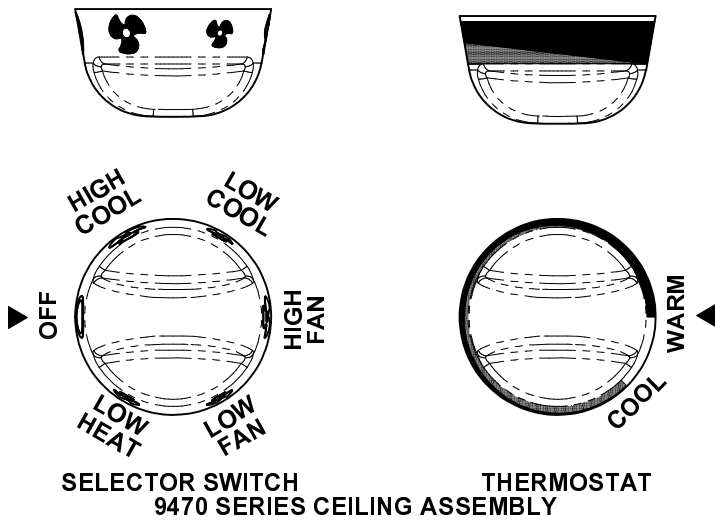
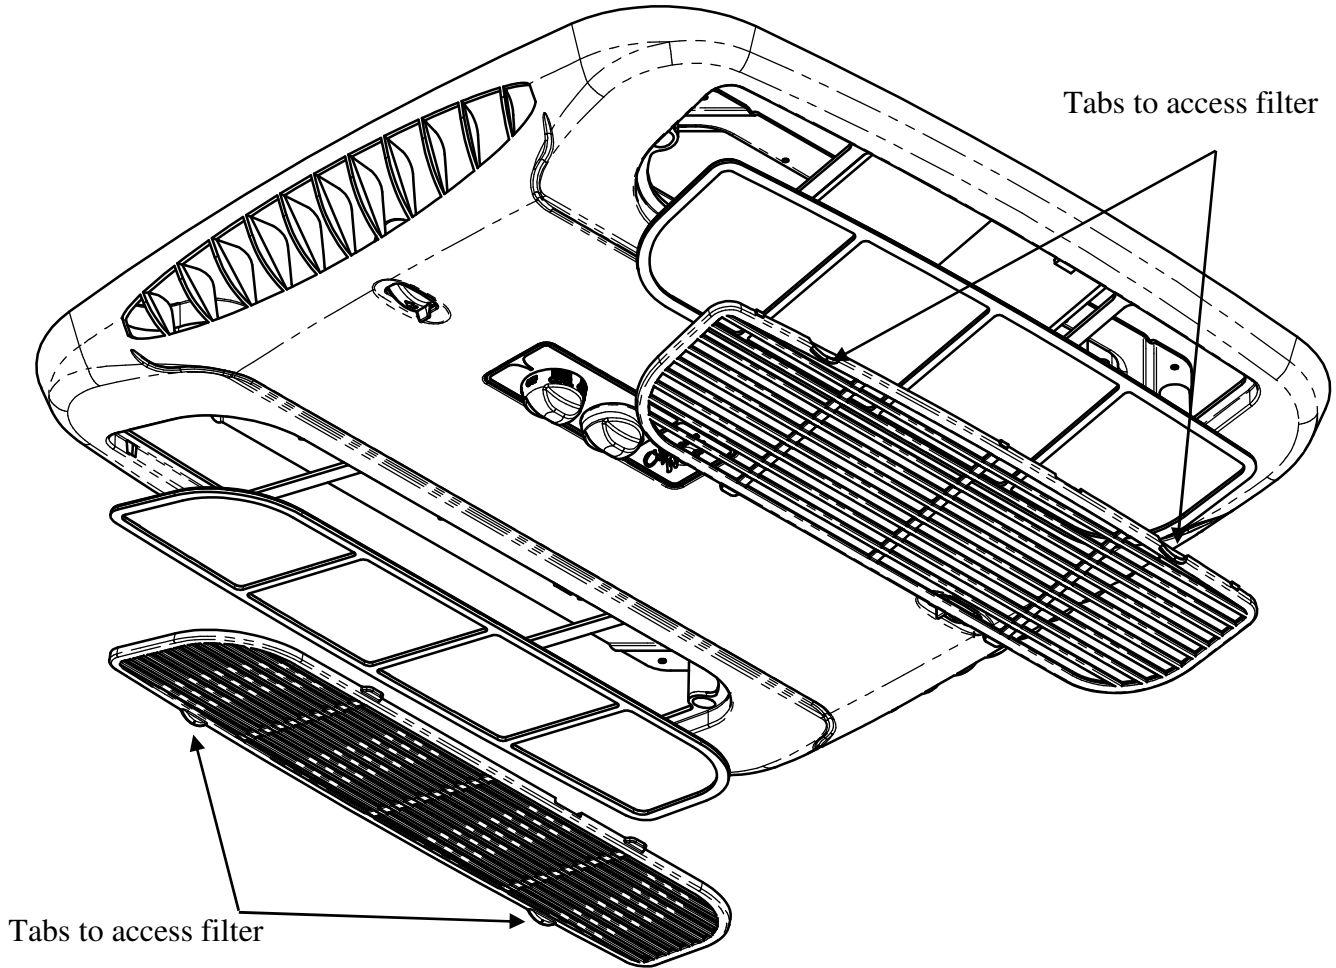

FIGURE 1
FIGURE 3
- A. The Selector Switch – The selector switch determines mode of operation. By rotating the selector switch, the operator can obtain any system function desired. Figure 1 shows selector switch and lists all available functions. 9400 ceiling assemblies will have the knobs at the bottom of the ceiling assembly (See Figure 3).
- B. The Thermostat (temperature control) – In the cooling mode, the thermostat regulates the “ON” and “OFF” temperature setting at which the compressor will operate. The thermostat also controls the “ON” and “OFF” temperature settings of the heater assembly (See Figure 1).
I. For Cooling (Refer to Figure 1, page 3).
V. For Air Circulation Only (Refer to Figure 1, page 3).
1. Disengage the two 1/4 – turn fasteners that secure the ceiling assembly grille to the ceiling assembly (See Figure 3).
3. Take filters out and either clean or exchange them with other filters (See Figure 3).
- A. L'interrupteur de sélection : L'interrupteur de sélection détermine le mode de fonctionnement. En tournant le commutateur de sélection, l'utilisateur peut choisir la fonction souhaitée. La figure 1 montre le commutateur de sélection et énumère toutes les fonctions disponibles. Sur les modules de plafond de série 9400, les boutons sont situés au bas (voir figure 3).
- B. Le thermostat (contrôle de la température) : En mode de refroidissement, le thermostat active (ON) et désactive (OFF) le réglage de la température à laquelle le compresseur fonctionne. Le thermostat active (ON) et désactive (OFF) également le réglage de la température du module de chauffage (voir figure 1).
I. Pour refroidir (voir figure 1, page 3).
V. Pour la circulation de l'air seulement (voir figure 1, page 3).
1. Dégagez d'un quart de tour les deux attaches qui fixent la grille à l'assemblage du plafond (voir figure 3).
3. Retirez les filtres et nettoyez-les ou remplacez-les par d'autres (voir figure 3).
- A. Den Wahlschalter – Der Wahlschalter bestimmt die Betriebsart. Durch Drehen des Wahlschalters erhalten Sie die gewünschten Anlagenfunktionen. Abbildung 1 zeigt den Wahlschalter und führt alle verfügbaren Funktionen auf. Bei Deckengeräten der Serie 9400 befinden sich die Bedienknöpfe an der Unterseite des Deckengeräts (siehe Abbildung 3).